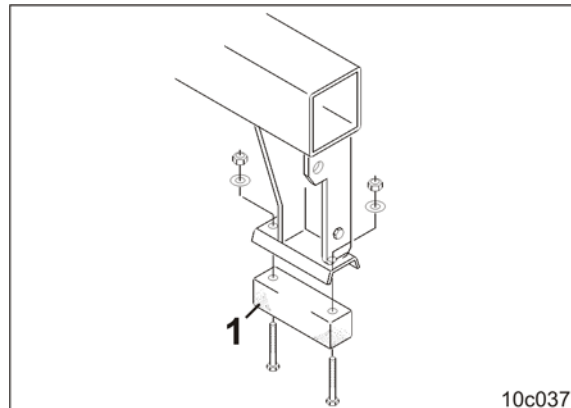

Fig. 95
- zwei Kunststoffauflagen (Fig. 95/1)